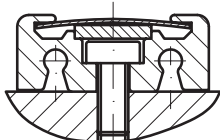

Abb. 7
- Magnetband in der Nut der Profilschiene ausrichten (Abb. 7).